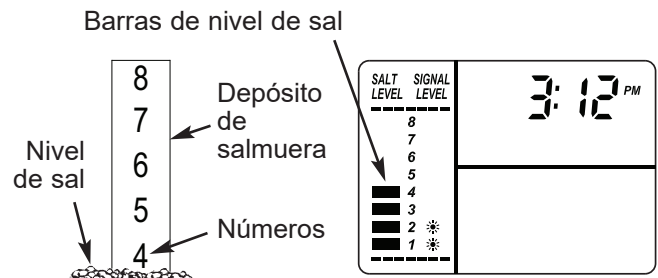

FIG. 24
2. La escala de nivel de sal, en el depósito de salmuera dentro del tanque, tiene los números 0 a 8 (vea la Fig. 24). Fíjese en el número más alto en el que esté nivelada la sal, o al que esté más próxima.
3. Presione el botón SET SALT LEVEL (Fijar el nivel de sal) tantas veces como sea necesario para que las barras de nivel de sal (vea la Fig. 24) coincidan con el número de la depósito de salmuera. En el nivel 2 o inferior, destellará la luz de "Bajo nivel de sal" (Vea la página 13).